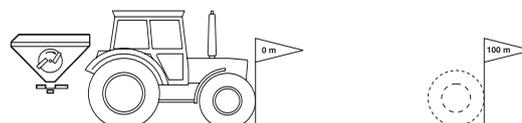

Fig. 11
1. Misurare sul campo un tragitto pari a 100 m esatti. Contrassegnare il punto iniziale e quello finale del tragitto di misurazione (Fig. 11).